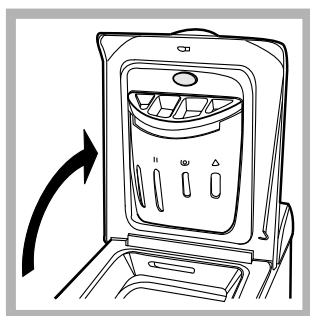

Fig. 1
A) Ouvrez le couvercle. (Fig. 1).